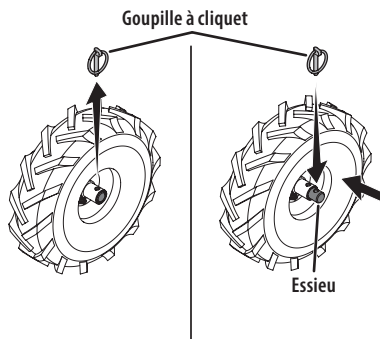

Figure 12
2. Retirez la goupille à cliquet de l'essieu et du moyeu de la roue. Voir la Figure 12.
3. Placez la roue sur l'essieu et poussez-la jusqu'au fond. Insérez la goupille à cliquet dans l'essieu (mais pas dans le moyeu de la roue). Voir la Figure 12. La roue doit tourner librement sur l'essieu. Répétez l'opération pour l'autre roue.